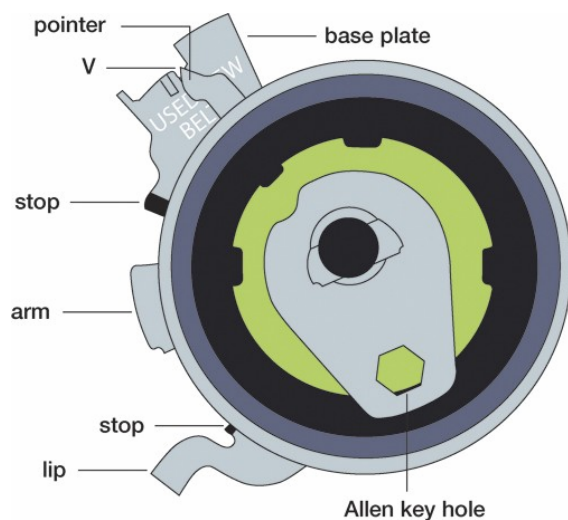

Fig.3
14. Aggiustate il tenditore tenendo ferma la vite di fissaggio finché l'indicatore non è in linea con la "V" (posizione "NEW"); il foro esagonale "Allen" dovrà trovarsi alla posizione +/- ore 5 (vede Fig.3)